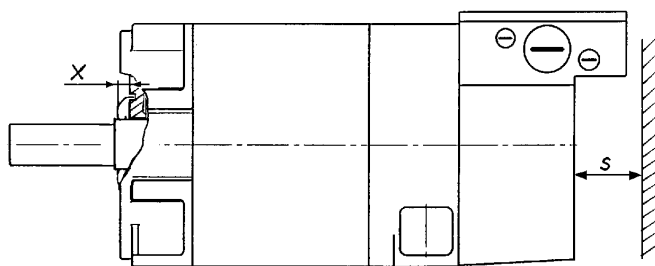

Fig. 4 Minsta avstånd
- Motorerna måste installeras så att kyl Luften kan cirkulera fritt. Minimiavståndet s mellan luftintag/-utsläpp och angränsande delar (Fig. 4) får inte underskridas! Uppvärmad frånluft får inte kunna sugas in igen.